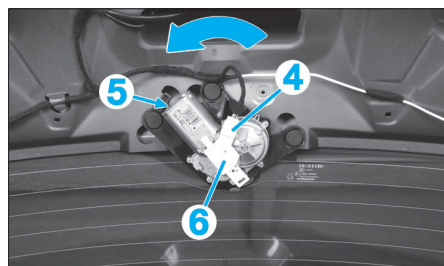

Fig. 136
- Débrancher le connecteur (4) (**Fig.136**).
- Dégager le mécanisme d'essuie-vitre (6) en (5), l'extraire.